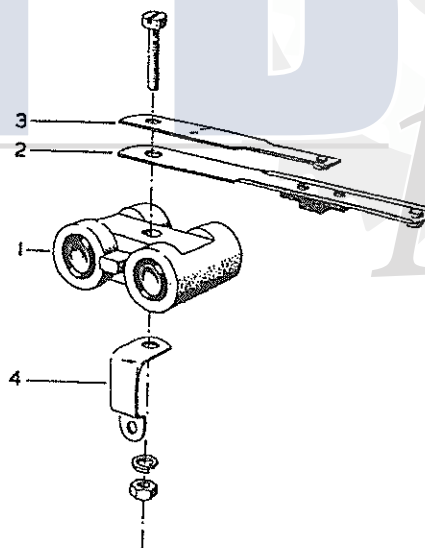

Fig. 35 Het schema van de onderbrekerhamer
Eerst de onderbrekerhamer aan het nylon draagstuk (1) 099 07 voormonteren, fig. 35. Let nu goed op: